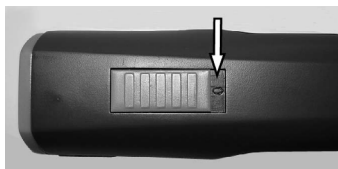

図4 スイッチOFF位置 (0)
1. バリカンの (1) とバッテリーの (2) 部分に汚れや異物が無い事を確認をしてください。
2. バリカンのスイッチがOFFの位置(0)である事を確認してください(図4)。
3. バッテリーロック (1) が両側に噛み合うまでバッテリー (2) をバリカン (3) に挿入します。
4. 再充電性バッテリー(1)またはバッテリー(2) をセットしたバリカンを、力を入れすぎないようにセットしてください。
1. スイッチを「0」の位置にします(図4)。